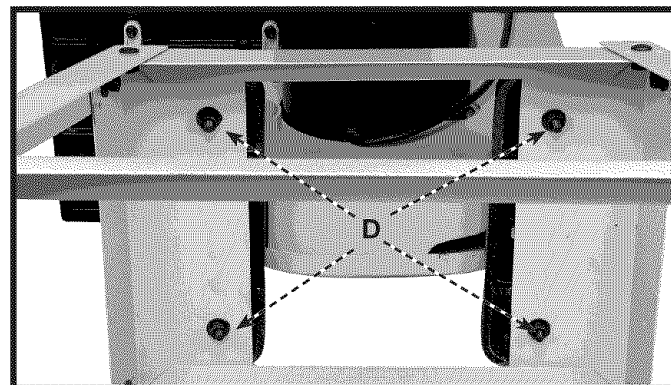

Fig. 8
4. Enfiler une rondelle plate de 9,5 mm (3/8 po) sur la vis (D) fig. 8, suivi d'une rondelle de blocage M8 puis visser un écrou hexagonal et serrer solidement. Répéter l'assemblage pour les trois autres trous.